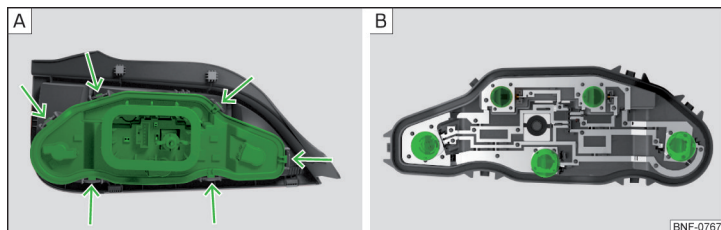

Fig. 180 Partea interioară a lămpii
- Presați elementele de fixare de pe suportul lămpii » fig. 180 - și scoateți suportul din blocul optic.
- Rotiți becul respectiv până la limită în **sens antiorar** și scoateți-l din suport » fig. 180 - .